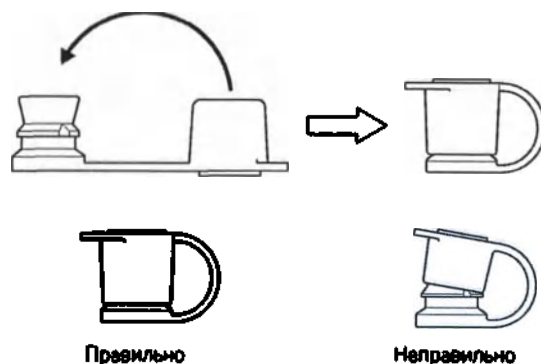

Рис. 7.24
2. Закройте колпачок клапана входного отверстия, как показано на Рис. 7.24.